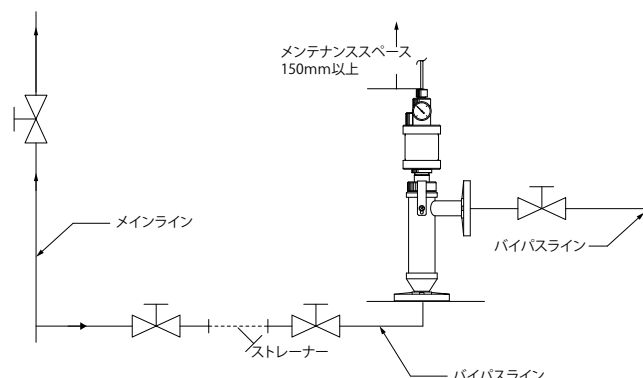

図 3
- ・測定液中に浮遊物が多いときには、ホルダ流入側にストレーナを設けてください。【図3】参照